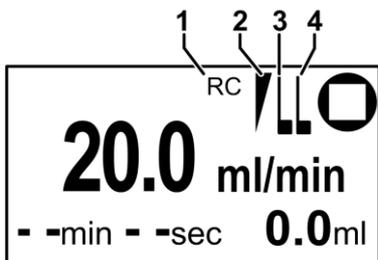

Fig. 54: Affichage principal RC
L'activation du contrôle externe est affichée avec le symbole « RC » (1) sur l'affichage principal de l'afficheur (voir Fig. 54).